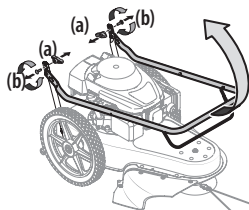

Figura 1
1. Extraiga las perillas de aletas (a) y el perno de carro (b) del manillar inferior izquierdo y el manillar inferior derecho. Consulte la Figura 1.
2. Gire el manillar superior a la posición de funcionamiento. Consulte la Figura 1.